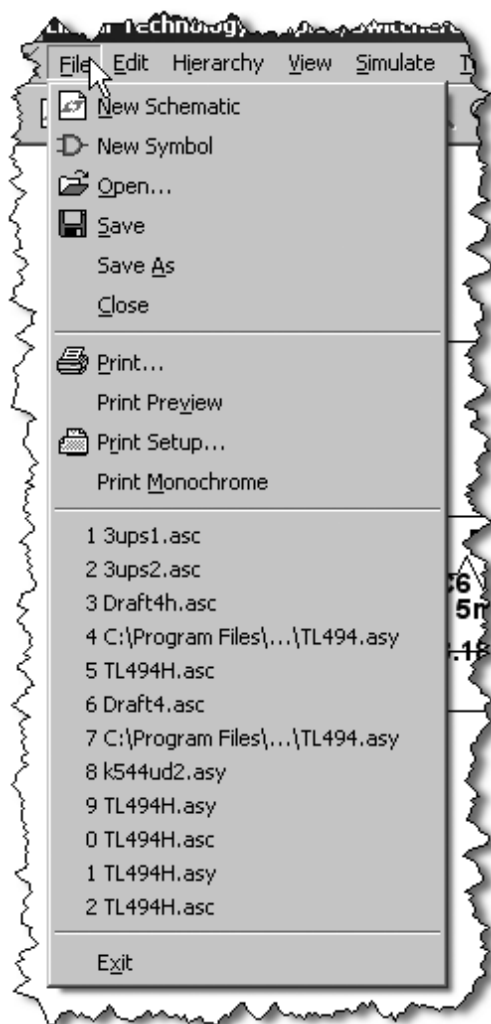

Рис. 5.2. Меню File
- **File** (Файл) — позволяет осуществлять различные действия с файлами (рис. 5.2):